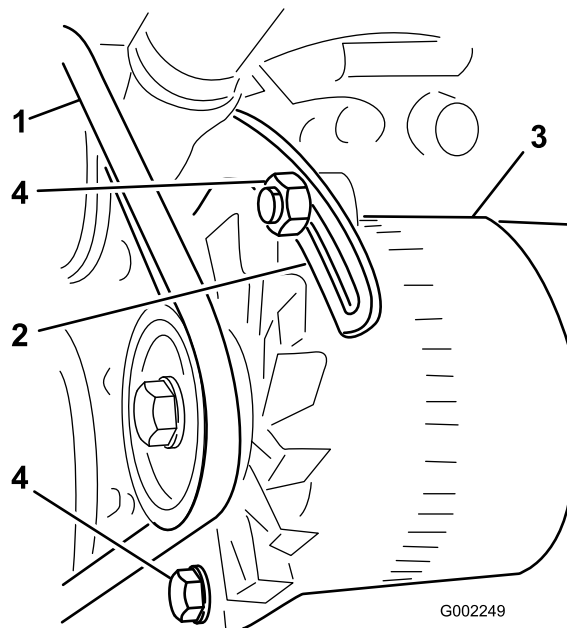

図 101
3. オルタネータのピボット部にあるボルト、およびオルタネータをプレースのスロットに固定しているボルトをゆるめる (図 101)。